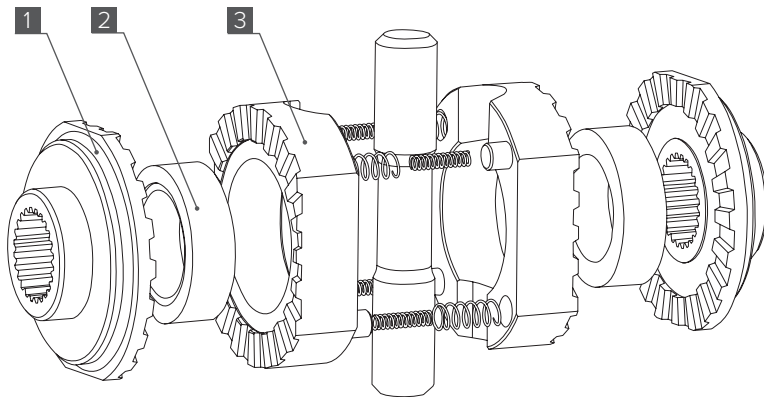

Рис. 3
4. Поместите в корпус дифференциала полуосевые муфты [1] (Рис.3).